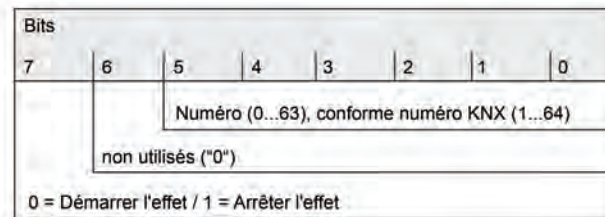

Figure 54: Structure de la valeur d'objet pour le poste auxiliaire d'effet
La structure de la valeur de télégramme pour le poste auxiliaire d'effet s'oriente sur le KNX DPT 18.001, qui est également utilisé pour le poste auxiliaire de scène (figure 54).
- ❗ Il convient de noter que la valeur d'objet de l'entrée de poste auxiliaire selon KNX DPT 18.001 est toujours inférieure de « 1 » par rapport au numéro KNX paramétré (figure 54). Exemple : numéro KNX = « 1 » -> valeur dans l'objet d'auxiliaire = « 0 » -> L'effet portant le numéro KNX 1 est appelé avec la valeur « 0 ». La valeur « 1 » démarre l'effet portant le numéro KNX 2. Ce principe s'applique de même à tous les autres effets et numéros KNX.